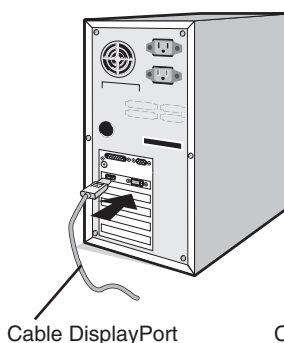

Figura A.1
2. **Para un PC con salida DisplayPort:** conecte el cable DisplayPort al conector de la tarjeta de visualización de su sistema (**figura A.1**).